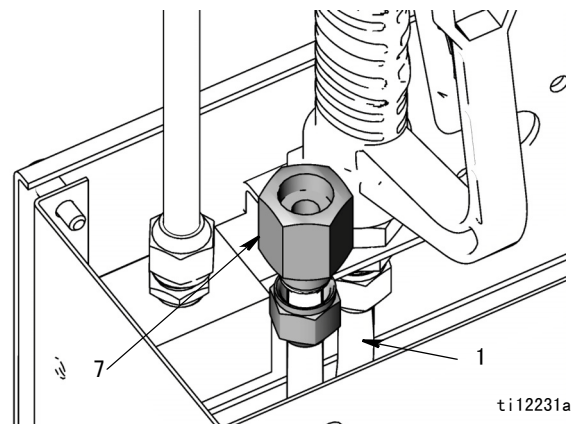

图 24
3. 从流体入口接头 (7) 上断开流体入口管 (1) (图 24)。